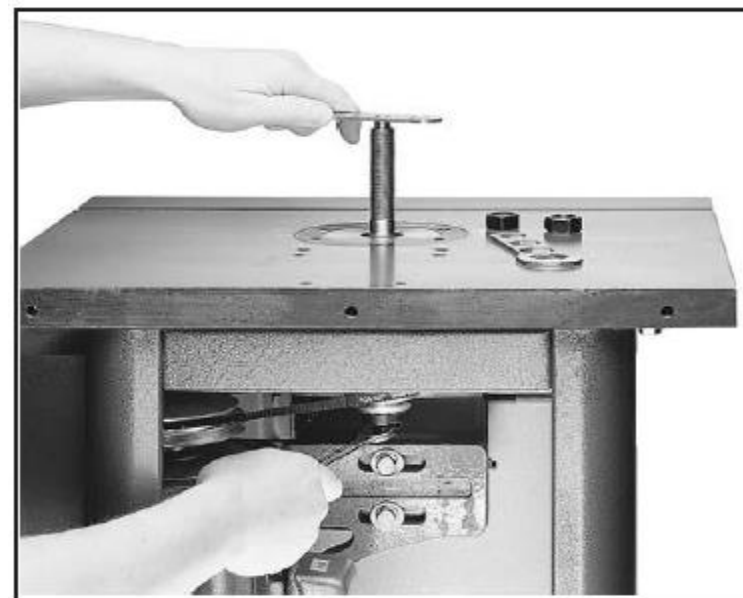

Рис. 7. Затяжка и ослабление шпинделя
6. Накинуть шпиндельный ключ на верхнюю часть шпинделя так, чтобы он сел над головкой шпинделя. Нажать на установочный штифт шпинделя для установки шпинделя на месте, **рис. 7.**